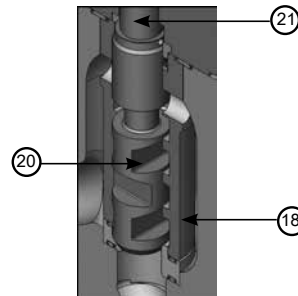

图 2: 阀芯、衬套和阀杆导向面
必须检查导向面 (如图 2 所示), 包括衬套 (18)、阀芯 (20) 和阀杆 (21)。如果只有轻微磨损, 则使用轻质磨料修整特定的导向面区域。必须更换导向面损坏或磨损更严重的零件。